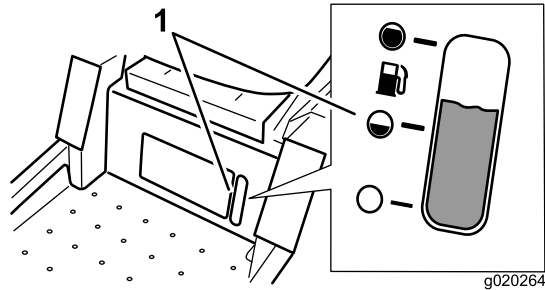

Figure 11
Le viseur de niveau, situé sous le poste de conduite, permet de vérifier le niveau d'essence dans le réservoir (Figure 11).
**Remarque:** Vous pouvez utiliser le regard situé sous la position de conduite pour vérifier la présence d'essence dans le réservoir avant de faire le plein (Figure 11).